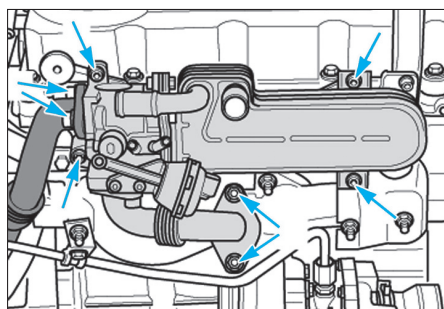

Fig. 67
- l'échangeur eau/egr (Fig.67).